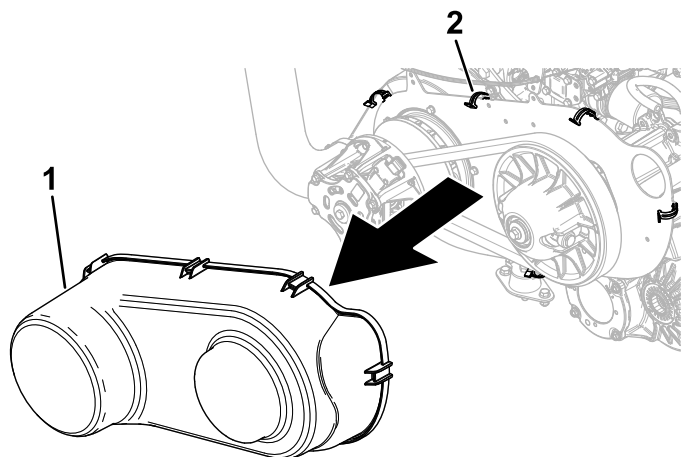

Figura 86
5. Desenganche los 6 clips de resorte que fijan la cubierta de la correa y retire la cubierta (Figura 86)
8. Coloque la cubierta de la correa (Figura 86).
10. Coloque la cubierta de la correa (Figura 86).